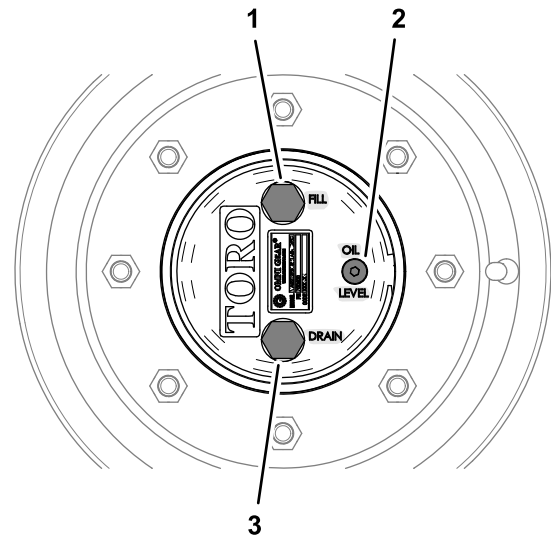

Bild 96
1. Bild 96 Stellen Sie die Maschine auf einer ebenen Fläche und positionieren Sie das Rad so, dass sich die Füllschraube auf der höchsten (12-Uhr-Stellung) und die Ablassschraube auf der niedrigsten Position (6-Uhr-Stellung) befindet.
1. Stellen Sie die Maschine auf einer ebenen Fläche und positionieren Sie das Rad so, dass sich die Füllschraube auf der höchsten (12 Uhr-Stellung) und die Ablassschraube auf der niedrigsten Position (6 Uhr-Stellung) befindet, siehe **Bild 96** in **Prüfen des Ölstands im Planetengetriebe (Seite 74)**.